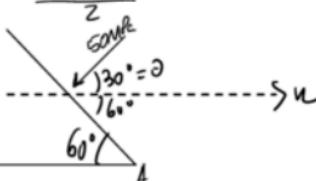

Figura 2
2) /3,00/ Na figura 2 estão representadas as tensões em duas facetas (A e B) num ponto no interior de uma chapa de aço (EPT).